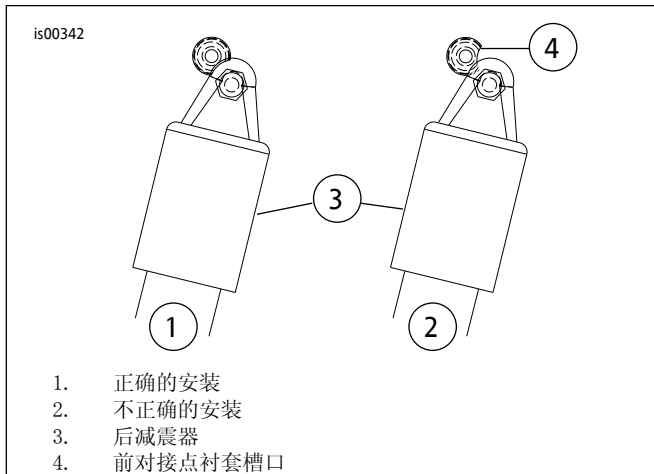

图6。对接点槽口位置
- d. 将螺丝穿过较小的孔插入托架 (K) 和挡板支架罩。
- e. 将螺丝拧入挡板支架中的焊接螺母 (1994 至 96 年车款则是螺母 (O))。
- f. 参见图6。将衬套槽口 (4) 旋转至 "正确" 位置 (1)。